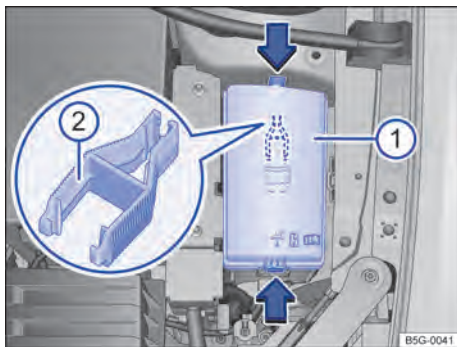

Fig. 177 No compartimento do motor: cobertura ① da caixa de fusíveis com pinça de plástico ②.
- Pressionar as travas no sentido da seta → Fig. 177 ①, para destravar a cobertura da caixa de fusíveis.
No lado interno da cobertura da caixa de fusíveis no compartimento do motor pode haver uma pinça de plástico → Fig. 177 ② para a retirada dos fusíveis.